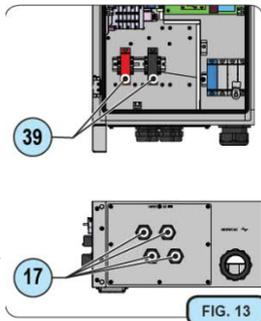
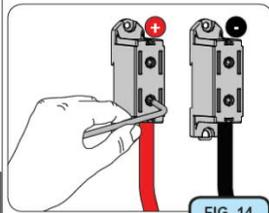

FIG. 13
FIG. 14
Nestes modelos de inversores equipados com MPPT simples, o arranjo fotovoltaico é conectado ao inversor pela borneira de entrada CC (39) passando o cabo pelos prensa-cabos CC (17). (FIG. 13)
- Passe o cabo pelo prensa-cabos (17).
- Conecte o arranjo fotovoltaico (+ e -) à borneira de entrada CC (torque de aperto de 20Nm). (FIG. 14)